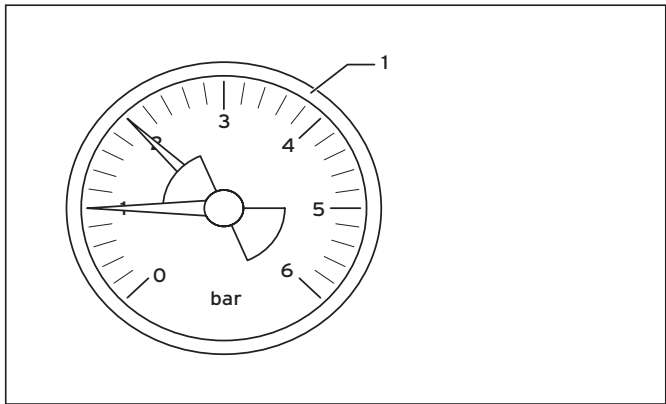

图 4.4 检查供热系统的水压（压力表不在供货范围内）
• 用压力表 (1) (图 4.4 所示) 检查系统的水压。供热系统正常运行时, 系统水压应处于 1~2 bar 之间。如果水压低于 0.75 bar, 则需要为系统补水 (详见 4.8.6)。如果供热系统负责对多个楼层供热, 那么系统可能会需要更高的压力。